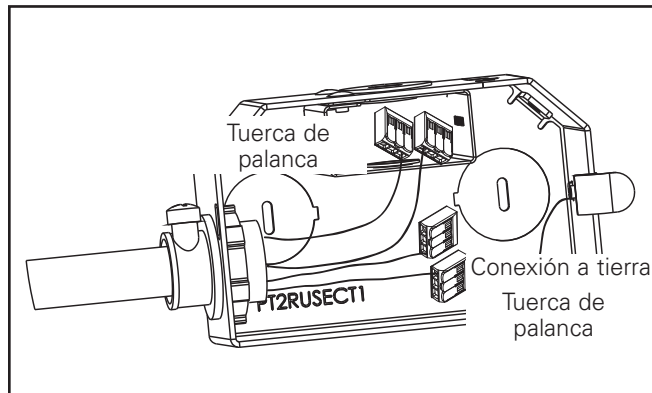

Figura 8
2. Para una correcta instalación de lavado de pared (consulte la figura 8).
2. Retire la cubierta de la caja de empalmes (Figura 8).